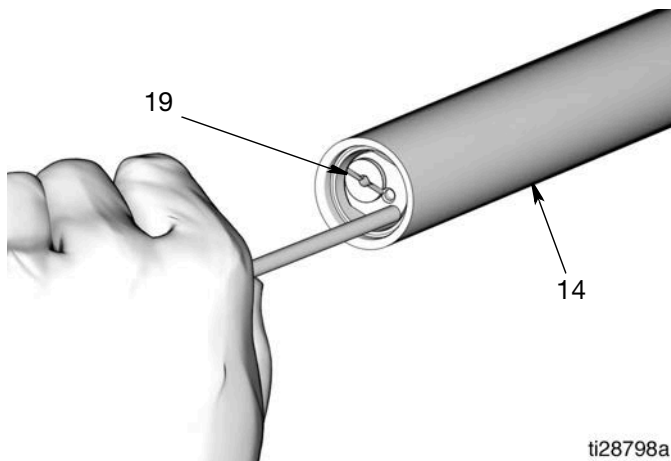

FIG. 29
3. Utilizzare un'asta lunga e liscia in alluminio o in ottone, senza bordi affilati e bave per spingere il gruppo valvola di ritegno (19) nel tubo di uscita (14) (FIG. 29).